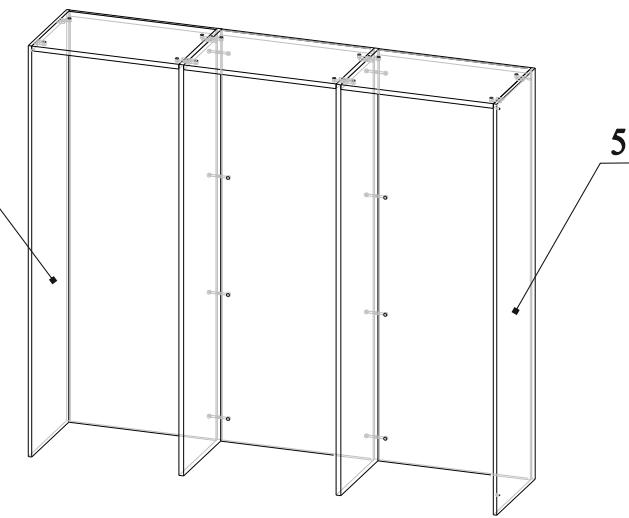

Рис.12
23. Соединить детали 4 и 5 с деталями 10, затянуть эксцентрики по часовой стрелке до упора (рис.12);